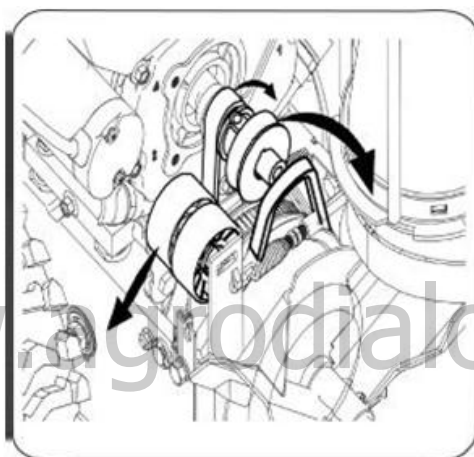

Рисунок 31
3. Возьмитесь руками за холостой шкив и проверните его вправо. Снимите ремень шнека со шкива двигателя. Снимите ремень привода со шкива двигателя снизу вверх (рис.31).